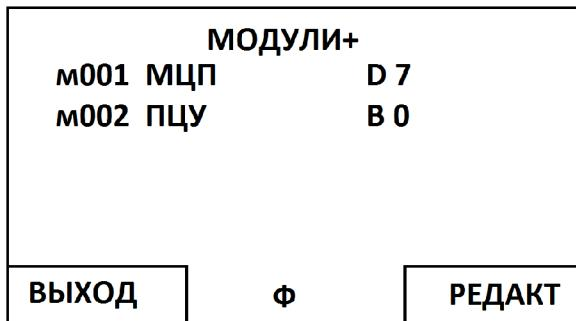

Рисунок 6 Меню "МОДУЛИ+"
- d. Перейти в меню «МОДУЛИ+» (см. Рисунок 6) и нажать центральную кнопку навигации.